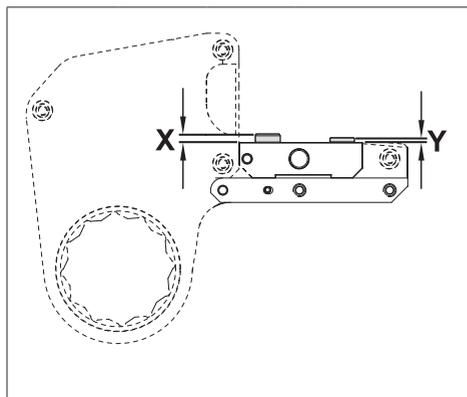

図21
- ドライブユニット固定ピン (K10) とフェールセーフ固定ピン (K11) の高さが正しいか確認します。図21、寸法「X」と「Y」を参照してください。